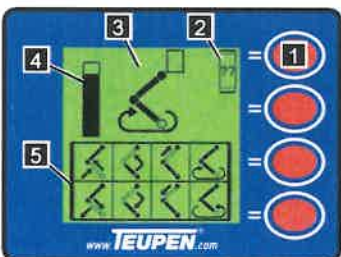

Abb. 73
In der Betriebsart Bühnenfunktion werden mit den unteren 8 Piktogrammen (Abb.73/5) die aktuell möglichen Bewegungen, die mit den Bedienhebel angesteuert werden können, dargestellt. Beim Erreichen eines Endanschlags einer Bühnenfunktion wird ein großes Piktogramm (Abb.73/3) für die begrenzte Bewegung eingeblendet. Zusätzlich signalisiert ein Bargraph (Abb.73/4) den verbleibenden Abstand zum Endanschlag.
Bei der Wahl einer unzulässigen Bewegung erscheint ein Hinweiszeichen (Abb.73/2).
1. Den entsprechenden Hinweis mit der [Funktionstaste] (Abb.73/1) aufrufen.